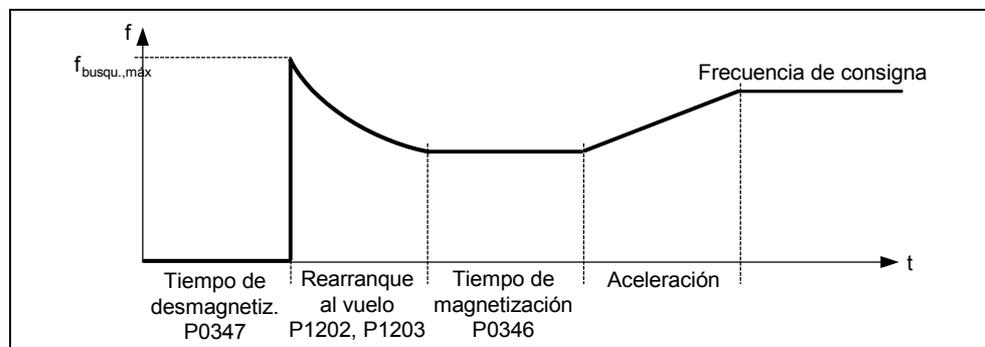

Figura 3-60 Re arranque al vuelo
Según se ajuste en el parámetro P1200 y una vez acabado el tiempo de desmagnetización P0347 se inicia el rearranque al vuelo con la frecuencia de búsqueda máxima  $f_{búsq.máx.}$  (véase Figura 3-60).
- Característica V/f (P1300 < 20): Con la velocidad de búsqueda que resulta del calculo en P1203, se disminuye la frecuencia de búsqueda en función de la intensidad del circuito intermedio. A la vez se aplica al motor la intensidad de búsqueda parametrizada en P1202. Si la frecuencia de búsqueda se encuentra cercana a la frecuencia del rotor, cambia repentinamente la intensidad del circuito intermedio, ya que el flujo en el motor aumenta. Una vez alcanzado ese estado, la frecuencia de búsqueda permanece constante y la tensión de salida cambia al valor de tensión de la característica V/f durante el tiempo de magnetización P0346, (véase Figura 3-60).